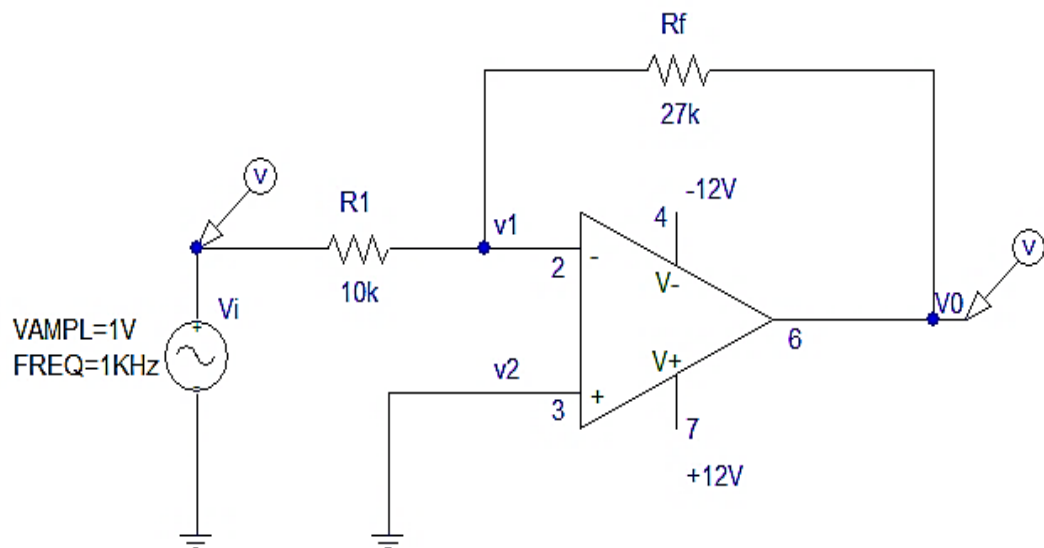

Figura 01: Circuito Amplificador Operacional Inversor.
4.1 Monte o circuito da figura 01 na protoboard
4.6 Substitua o resistor R_f da figura 01 por um potenciômetro de $100k\Omega$. aumente a resistência desse potenciômetro para valores especificados, meça o sinal de saída v_o e anote. Qual o efeito da inserção do potenciômetro no circuito?